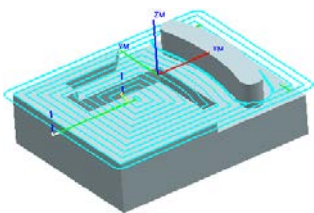
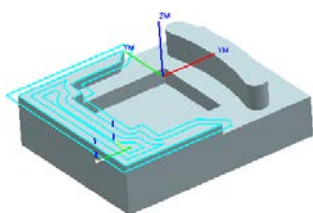

图 3.3.12 刀路延伸到部件的外部轮廓
图 3.3.13 刀路在加工区域内生成
- ☒ **延伸到部件轮廓** 复选框：用于设置刀路轨迹是否根据部件的整体外部轮廓来生成。选中该复选框，刀路轨迹则延伸到部件的外部轮廓，如图 3.3.12 所示。取消选中该复选框，刀路轨迹只在加工区域内生成，如图 3.3.13 所示。